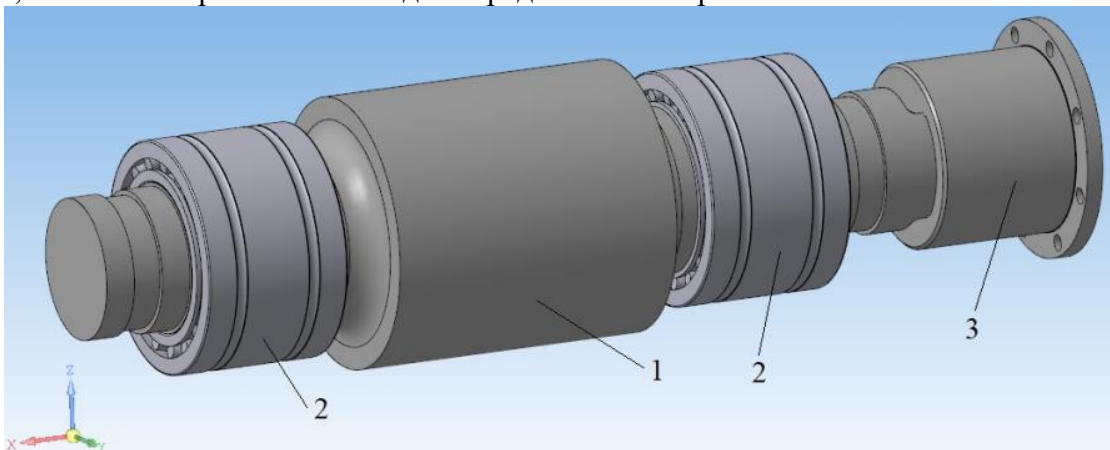
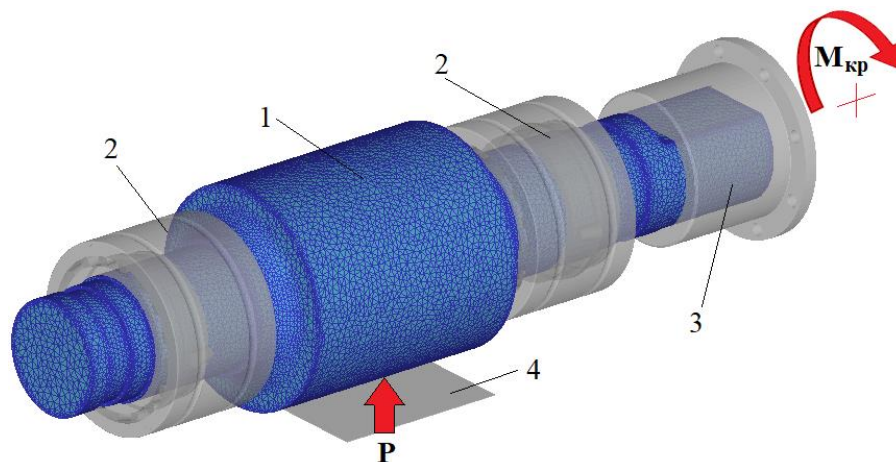

Рис. 3. CAD-модель сборки: 1 – рабочий валок; 2 – подшипники; 3 – полумуфта
Рис. 4. CAE-модель: 1 – рабочий валок; 2 – подшипники; 3 – полумуфта; 4 – прокатываемый лист (полоса)
**Примечание:** при решении задачи 3D моделирования напряженно-деформированного состояния материала рабочих валков в качестве опор использовать четырехрядные конические роликоподшипники №77140 по ГОСТ 8419-75 со следующими характеристиками: внутренний диаметр подшипника 200 мм; наружный диаметр 310 мм; высота 200 мм; динамическая грузоподъемность 1250 кН. CAD-модель сборки, включающей рабочий валок с двумя подшипниками качения и полумуфтой на приводном конце, показана на рис. 3. CAE-модель представлена на рис. 4.